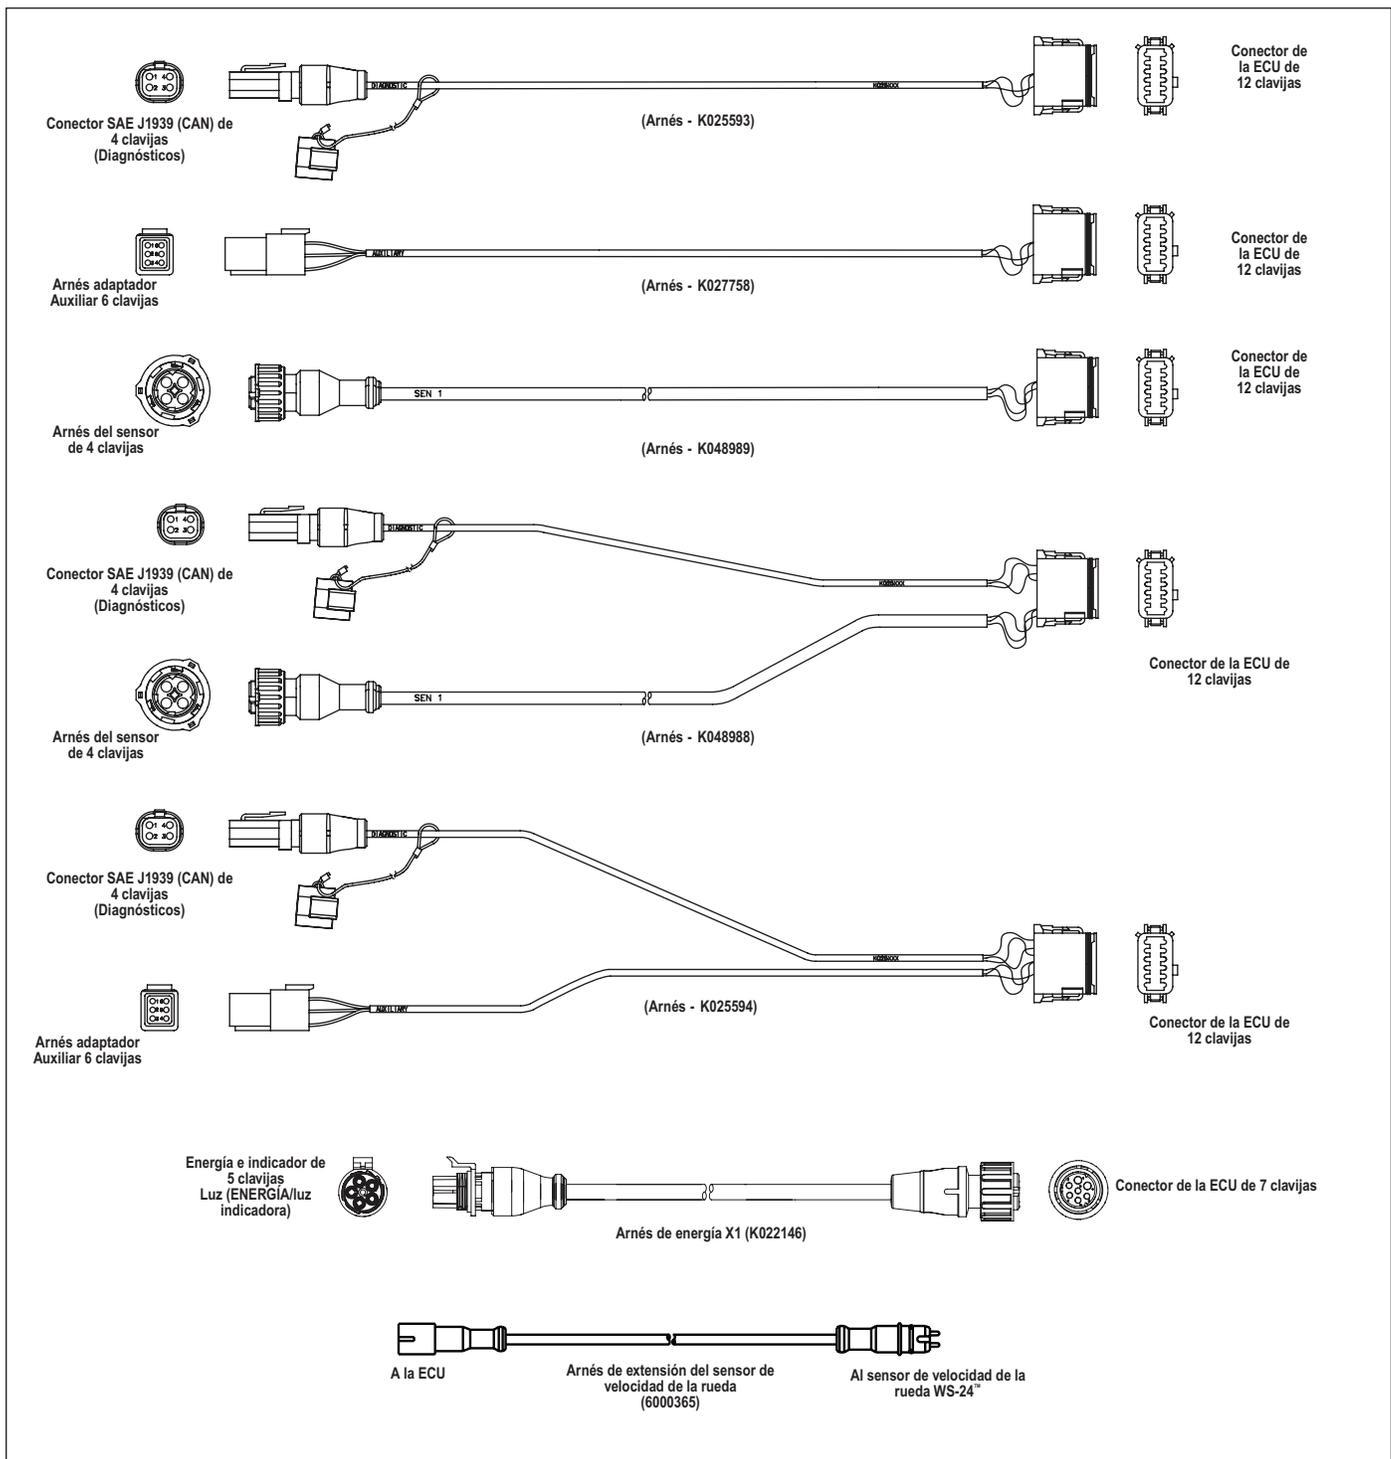

FIGURA 5 - EJEMPLOS DE LOS ARNESES ADAPTADORES DE CABLEADO
- **Arnés adaptador de cableado:** se requiere un arnés adaptador de cableado de energía. Los arneses auxiliares están disponibles, si se requieren. *Consulte la figura 5.*
Consulte la figura 5. Hay varios arneses adaptadores de cableado disponibles para conectar el módulo avanzado TABS-6 MC de Bendix con otros componentes del sistema de remolque. Los arneses adaptadores se sellan contra la intemperie en la interfaz del conector y están debidamente etiquetados para lograr la instalación correcta. Debido al diseño sobremoldeado de los arneses de cableado, Bendix recomienda que si hay daños o corrosión, se debe reemplazar todo el arnés.
Consulte la figura 5.